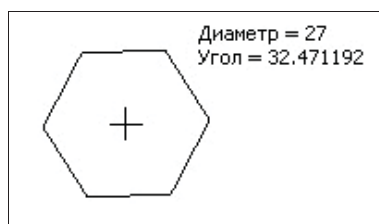

Рис. 6.5. Построение многоугольника по описанной окружности
- ◆ укажите ЛК мыши центр будущего многоугольника. В результате система построила фантом многоугольника, который при движении мыши поворачивается вокруг его центра (рис. 6.5). На панели **Параметры** в поле окна **Угол** меняется его значение. Если вам не нужно разворачивать многоугольник по углу, то установите в поле **Угол** нулевое значение. Многоугольник по описанной окружности построен;